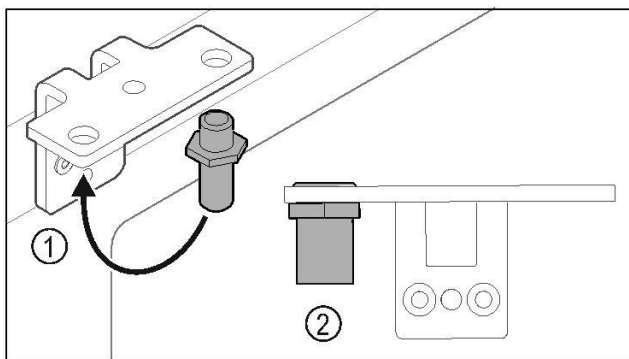

Fig. 33
- || Bouten Fig. 33 (1) naar de scharnierhoek verplaatsen.
- || Bouten Fig. 33 (2) met **aanhaalmoment van 12 Nm** vastdraaien.